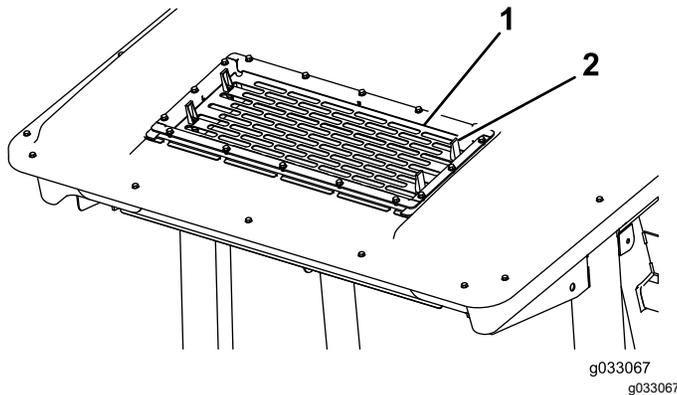

Figure 55
2. Soulevez les 4 languettes sur la grille de climatisation (Figure 55) et déposez la grille du sommet de la cabine.